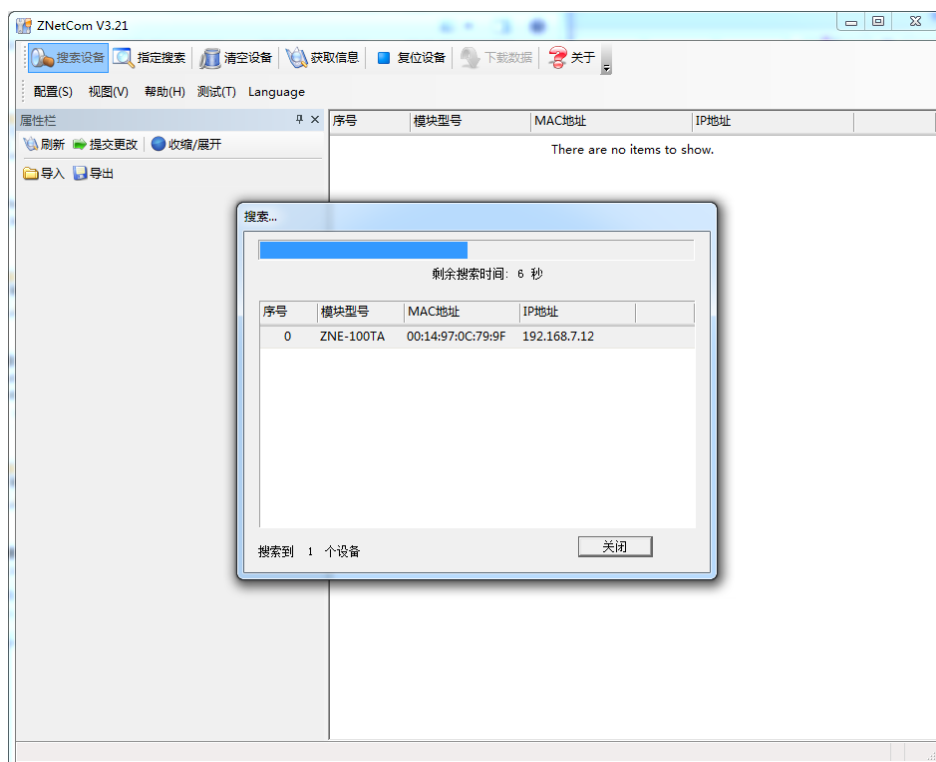

图 0.2 ZNetCom 软件搜索设备
4. 点击  搜索设备 出现如图 0.2 所示界面，可以获知模块 IP 地址。